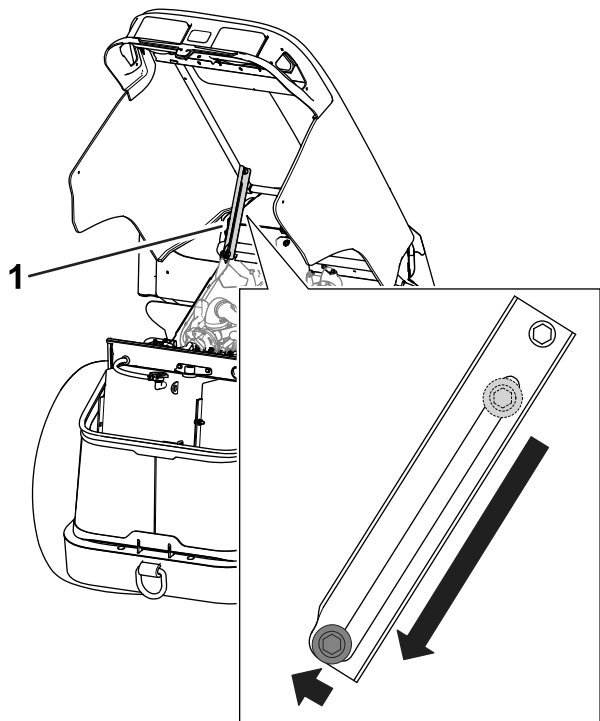

Figura 69
3. Assicuratevi che il bullone di supporto del cofano sia nel relativo fermo per fissare il cofano in posizione sollevata (Figura 69).